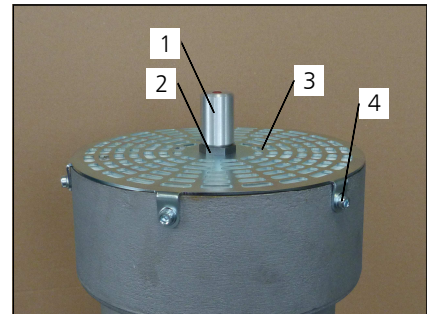

Fig. 1
- Schutzkappe, Mutter und Inbuschrauben entfernen (Fig. 1)